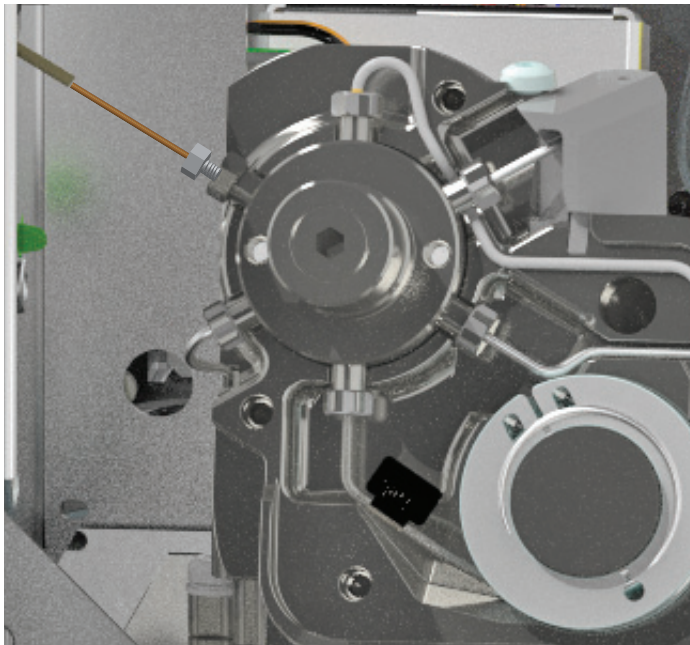

Figura 28. Linha de transferência instalada na válvula de 6 portas
- 14 Guie suavemente a sílica fundida no encaixe do redutor (a porca de 1/4 de polegada já na válvula de 6 portas) até parar. Deslize a anilha de poliimida e a porca de 3/16 polegadas para a porca de 1/4 de polegada. Aperte, com os dedos, a porca de 3/16 de polegada e depois aperte mais 1/4 de volta. Consulte **Figura 28**.